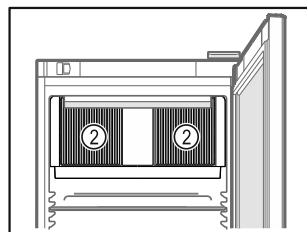

Fig. 56
- ❑ Odstąpić szczeliny wentylacyjne Fig. 56 (2) dmuchawy wewnątrz urządzenia.